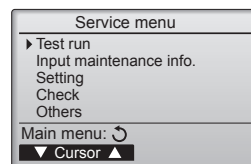

Fig. 7-1
- W menu serwisu wybrać pozycję "Test run" (Ruch próbny), a następnie nacisnąć przycisk [WYBIERZ]. (Fig. 7-1)